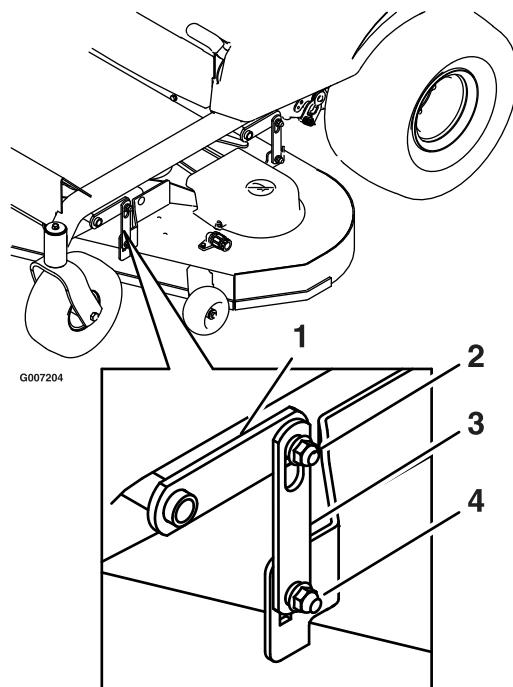

Figura 51
- Allentate i dadi nel dispositivo di regolazione del livellamento (elemento 4) in tutti e quattro gli angoli facendo in modo che il piatto di taglio poggi saldamente su tutti e quattro i blocchi. Accertatevi che le staffe del piatto di taglio siano completamente abbassate (nella parte superiore della fessura) e che il pedale di sollevamento del piatto di taglio sia tirato indietro verso lo stop; quindi, serrate i quattro dadi del dispositivo di regolazione del livellamento (Figura 51).